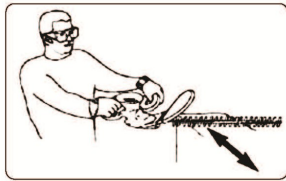

FIG. 38
**HAIES DE NIVEAU** - Pour obtenir des haies exceptionnellement droites, une ficelle peut être tirée le long de la haie et servir de guide. (Fig. 38)